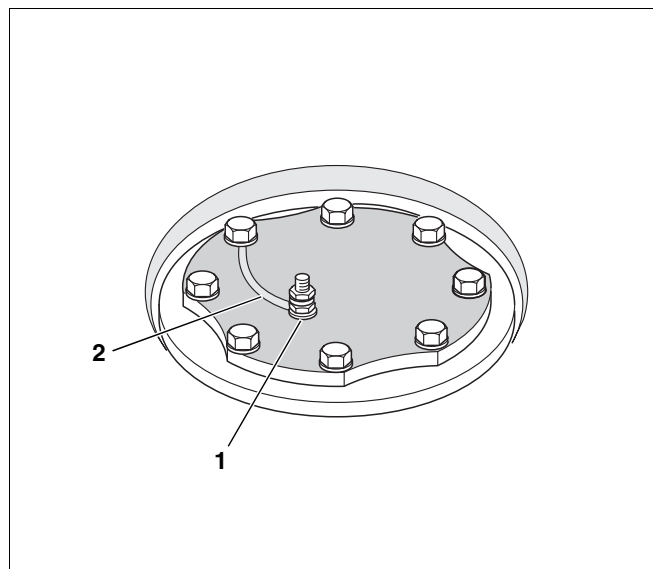

Fig. 4 Tilslutning af magnesiumanode
- Kontrollér, om magnesiumanodens jordingskabel (fig. 4, **pos. 2**) er tilsluttet.